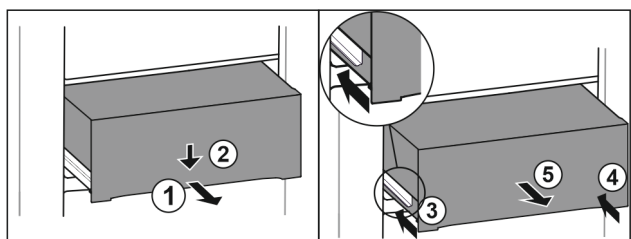

Fig. 78
- Tirer le tiroir jusqu'à mi-chemin. Fig. 78 (1)
- Appuyer sur l'avant du tiroir vers le bas. Fig. 78 (2)
- Insérer le rail gauche d'env. 2 cm. Fig. 78 (3)
- Insérer le rail droit d'env. 2 cm. Fig. 78 (4)
- Retirer le tiroir par l'avant. Fig. 78 (5)